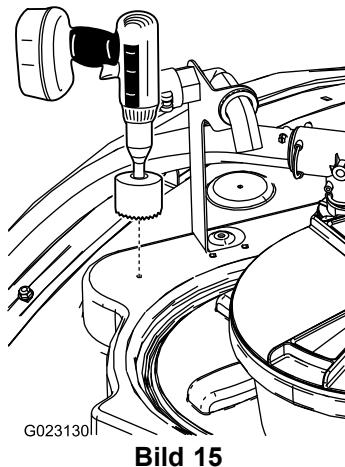

Bild 15
1. Ermitteln Sie die vordere Stelle oben am Behälter, wie in Bild 15 abgebildet.
2. Benutzen Sie eine 9 cm Lochsäge, um ein Loch in die Bohrmarkierung zu bohren (Bild 15).